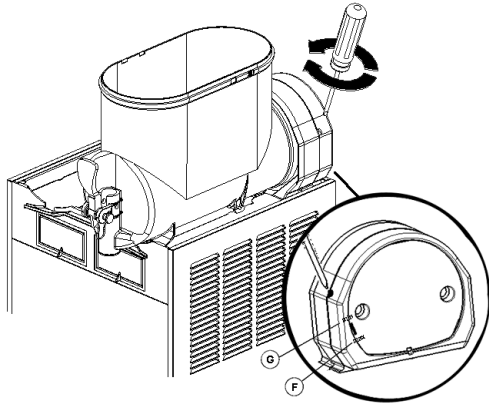

figura 4
- 1 **Regolazione della densità:** la densità ottimale della granita è stata regolata in fabbrica. Volendo variare tale densità girare con un cacciavite l'apposita vite di regolazione alloggiata in ciascuna delle pareti posteriori del distributore (vedere figura 4):